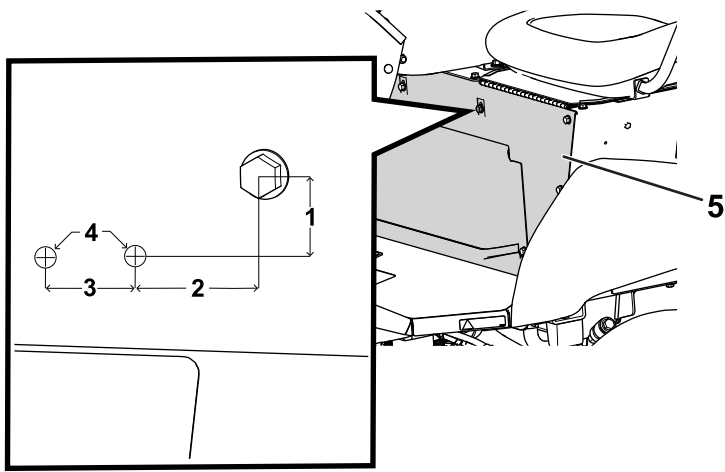

Рисунок 27
1. Отмерьте от болта в основании сиденья и просверлите 2 отверстия в основании сиденья (Рисунок 27).